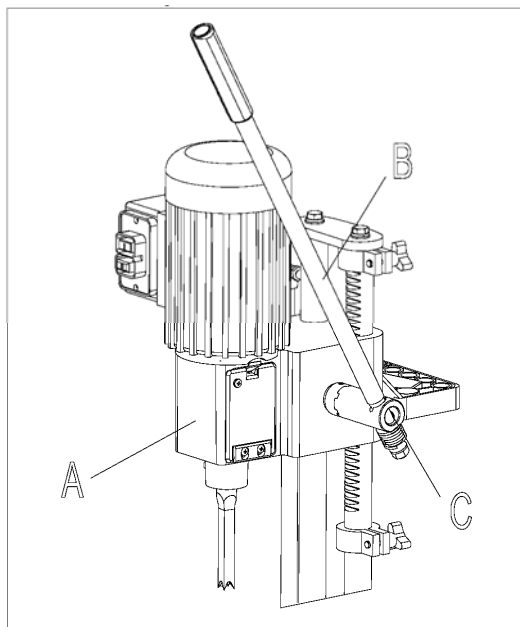

Fig. 7
1. Allentate la leva a scatto (A) **Fig.7** per permettere il passaggio della barra della guida.
2. Inserite la barra della guida assemblata, con la sua molla, (B) **Fig. 7** nel foro di guida del supporto come illustrato nella figura. Stringete la leva a scatto (A). **N.B.:** la leva (A) non può ruotare perché impedita dalle due colonne e quindi per stringerla ruotarla in senso orario fino a dove è possibile, poi alzarla, ruotarla in senso contrario, abbassarla e restringere nuovamente e ripetere fino a quando si è ottenuto il bloccaggio desiderato. Per svitare ripetere i movimenti in senso inverso.
3. Inserite poi la barra (F) **Fig. 7** nel foro situato sopra alla guida come illustrato, e stringete la vite (G) per fermare la barra (F).
4. Montate il dispositivo di arresto (H) **Fig. 7** sulla barra (F) come illustrato e stringete l'insieme sulla barra (F) tramite la vite (J). Per regolare il dispositivo di arresto, allentate la vite, posizionate il dispositivo di arresto e stringete la vite.